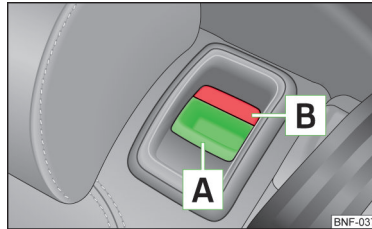

Bild 50
- Tryck in spärrknappen **A** » bild 50 och fäll fram ryggstödet.
- Tryck in spärrknapparna **A** » bild 50 på båda sidorna av ryggstödet och fäll fram ryggstödet.
- Kontrollera att den röda markeringen **B** » bild 50 inte syns längre.
- Kontrollera att de röda markeringarna **B** » bild 50 på båda sidorna av ryggstödet inte längre syns.